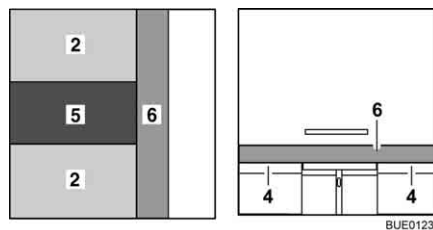

Fig. 93 Après la transformation
- Placer le coussin supplémentaire (Fig. 93,5) sur la table.
- Placer le coussin supplémentaire (Fig. 93,6) entre les rallonges de coffres de banquette (Fig. 93,4).